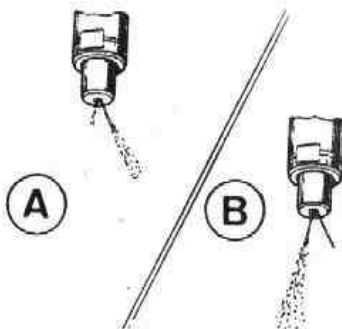

Fig. L1-9 Esquema de pulverización a revoluciones de arranque
- 2.4. Teniendo la precaución de no poner las manos o cualquier otra parte del cuerpo delante del inyector, debido al peligro que éste encierra, girar el motor del vehículo, actuando el motor de arranque. El combustible deberá salir pulverizado por el orificio auxiliar, en mayor cantidad que por el principal, tal como se indica en el esquema, A (Fig. L1-9). Si el chorro fuese más denso, o sale excesivo líquido por el orificio principal, el inyector completo deberá desmontarse para su reparación (ver pulverización defectuosa a revoluciones de arranque en esquema, B, Fig. L1-9).